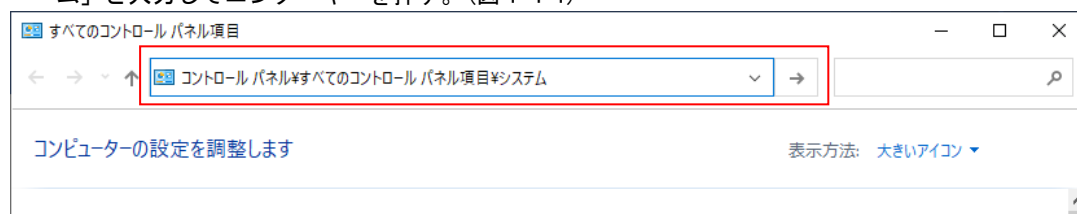

図 1-4-1. コントロールパネルのアドレス指定
- 2) コントロールパネルのアドレス入力欄に「コントロールパネル¥すべてのコントロールパネル項目¥システム」と入力してエンターキーを押す。(図 1-4-1)